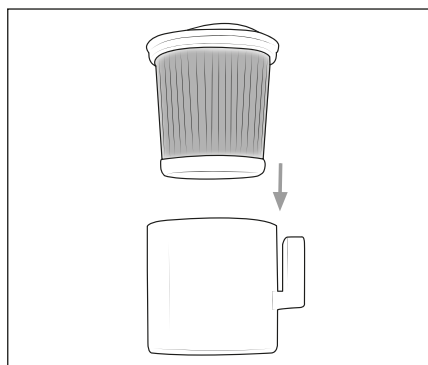

Fig. 20
- 7) Sæt HEPA-filteret ④ ind i HEPA-filterholderen ⑤ (se fig. 20).